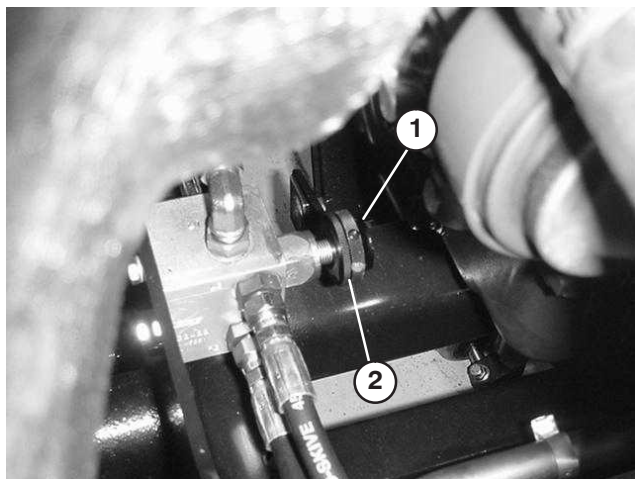

Figure 9
1. Localisez la valve devant l'essieu arrière des plateaux de coupe (Fig. 9).
2. Desserrez la bague de fixation du bouton (Fig. 9).